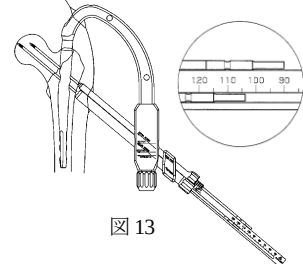

図13
11) ラグスクリュー用ガイドピンスリーブ (内筒) を抜き、スリーブ (外筒) 先端を骨面に押し当て、ターゲットデバイスのつまみにて確実に固定します。ラグスクリュー用スリーブ (外筒) 後端に 3.2 ガイドピンデプスゲージを押し当て、ガイドピン刺入深さを計測します。 (図13)